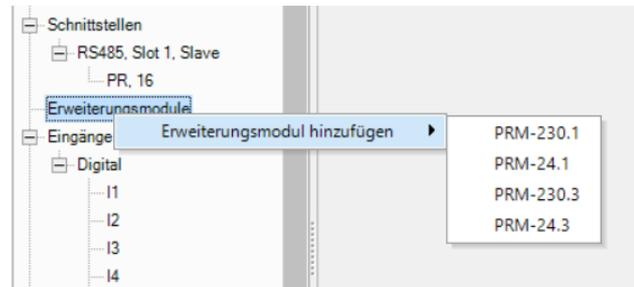

Abb. 4.1
4. Fügen Sie PRM-Modul das Kontextmenü (Abb. 4.1) hinzu.